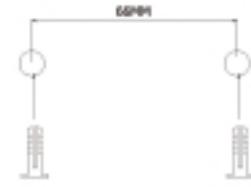

Рис. 3
3. Просверлите два отверстия, как показано на рис.3 и убедитесь, что они находятся на одной горизонтальной линии. Используя строительные дюбеля и шурупы закрепите кронштейн С на стене.